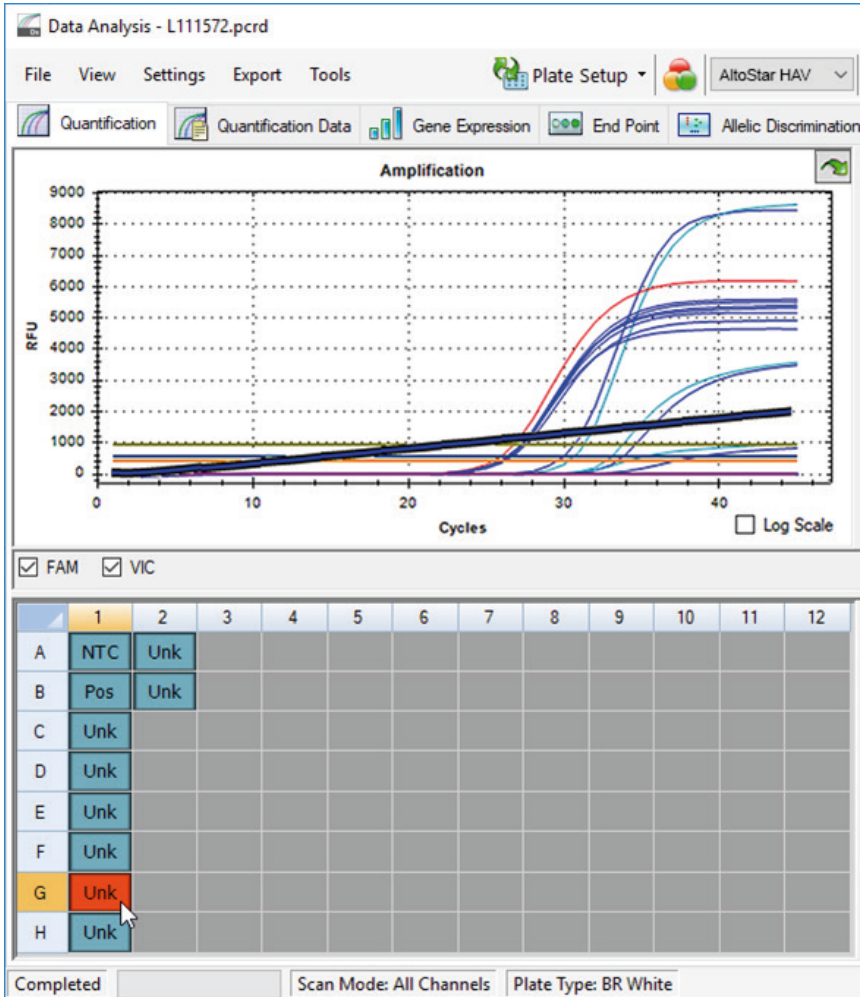

Figure 6: Fenêtre Data Analysis (Analyse des données) : signal PCR irrégulier
- Identifiez les puits présentant des signaux PCR irréguliers (augmentation linéaire du signal, pics de signal, etc.) dans l'un des canaux de détection FAM™ (cible HAV) et VIC™ (IC) (voir la figure 6).